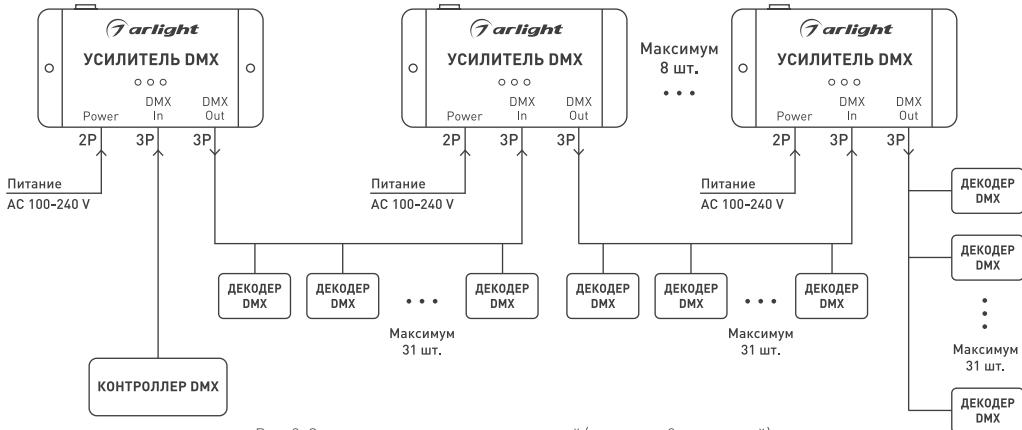

Рис. 2. Соединение нескольких усилителей [максимум 8 усилителей].
- При подключении нескольких усилителей используйте схему, приведенную на Рис. 2.